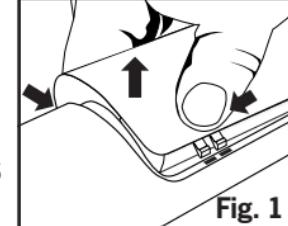

Fig. 1
- 1** Retire el difusor (**C**) presionando hacia dentro los lados del mismo en las lengüetas y levantándolo (**Fig. 1**).